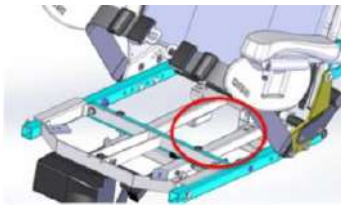

Figura 5-161
- Conecte los cables de los activadores de reclinado y basculación, de límite de velocidad, límite de ángulo y el controlador por debajo del asiento. (Figura 5-161).